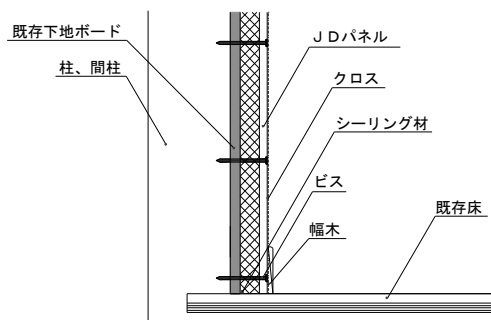

図 11 幅木を取り外した場合の壁下端納まり図(例)
④ 壁下端部納まり図（例） [床一壁]
- ・ 既存の幅木が外せる場合は、取り外して図 11 のように施工してください。